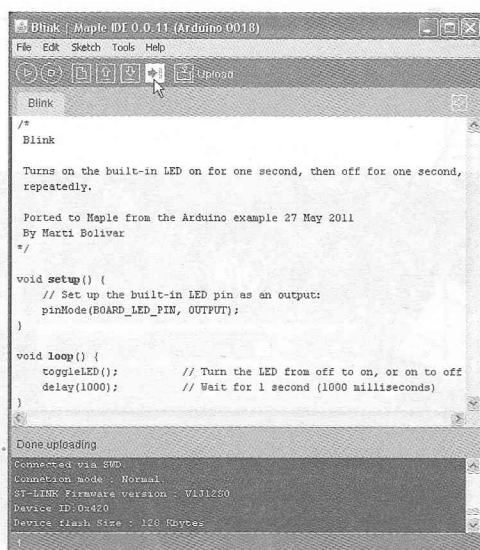

Рис.26
3) Загрузить скетч «Мигающий светодиод» из встроенной библиотеки примеров «File-Examples-Digital-Blink» (рис.26). Интересная деталь – скетчи Maple и MapleDiscovery имеют расширение \*.pde, в отличие от новых версий Arduino, в которых скетчи имеют расширение \*.ino. Это положительный момент, поскольку устраняются конфликты при запуске файлов каждый из своей оболочки.